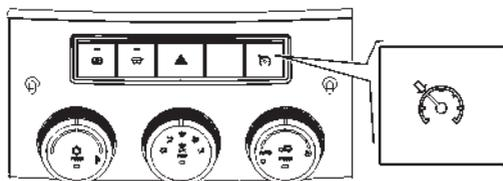

Рис. 3.19. Выключатель выбора функции «Круиз-контроль»
- выключатель выбора функции «Крузиз-контроль» (рис. 3.19). Служит для управления функциями КК.
Включение функции КК осуществляется с помощью нажатия выключателя «Крузиз-контроль» (рис. 3.19). Повторное нажатие на выключатель «Крузиз-контроль» приводит к выключению функции КК.